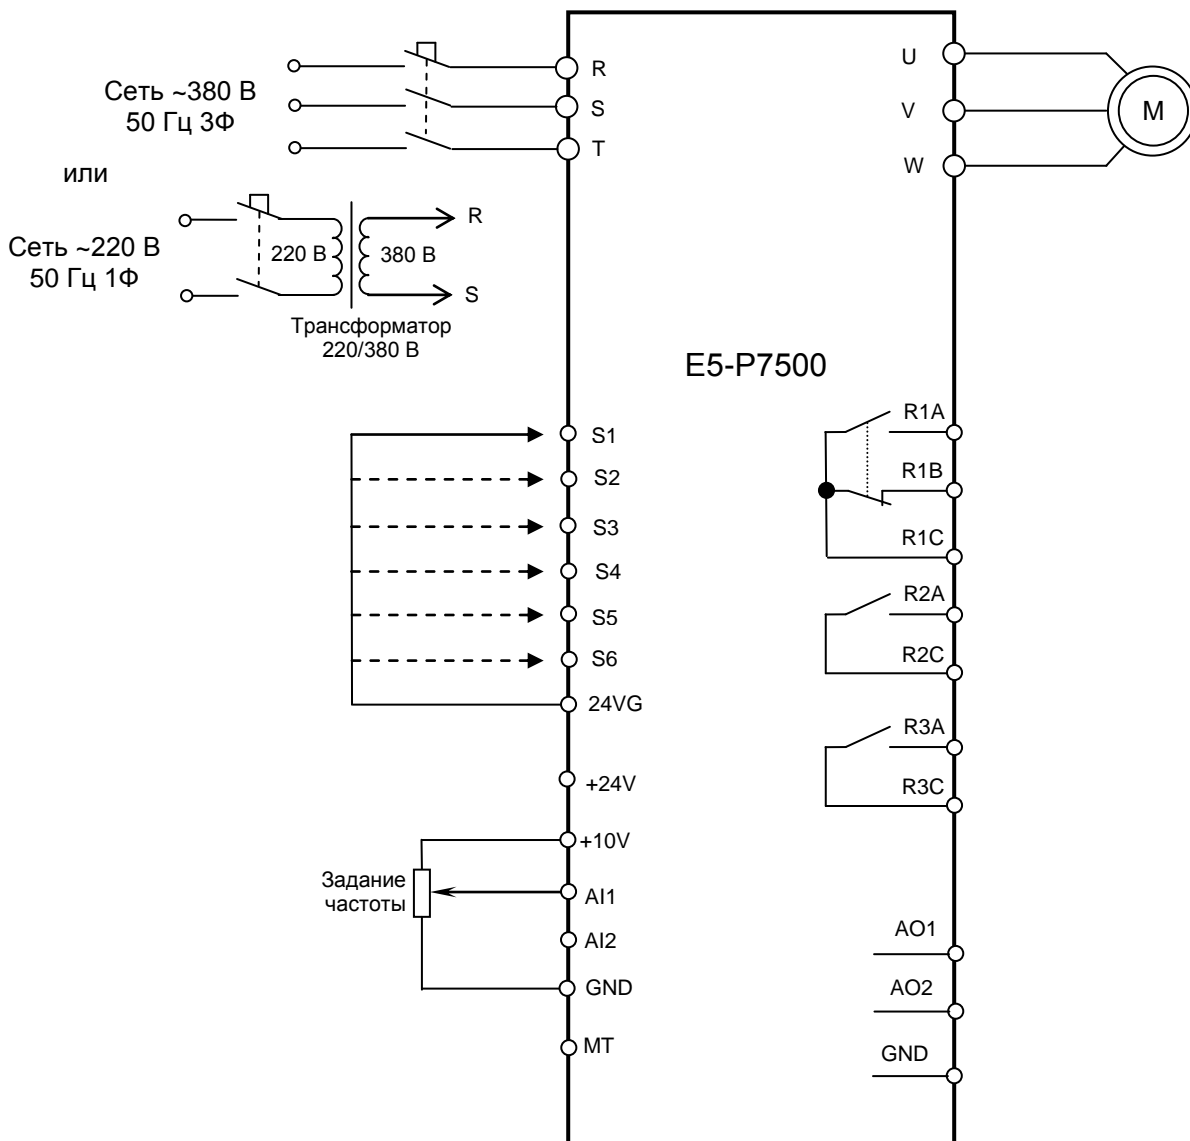

Рис. 4.10. Диагностика входных и выходных цепей управления преобразователя E5-P7500.
4.10.1. Произвести подключения согласно рис. 4.10. Подать напряжение питания на преобразователь. На дисплее должно мигать значение задания частоты, индикатор «Вперед» мигать, индикаторы «Упр» и «Рег» могут иметь разное состояние в зависимости от установленного режима работы.